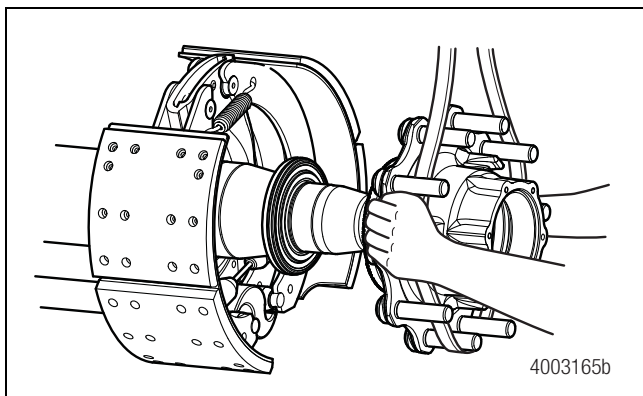

Figura 5.11
4. Apoye el conjunto de maza y pernos con ayuda de una eslinga u otro método apropiado. cojinete. En caso de no hacerlo, las roscas o el sello de la espiga pueden sufrir daños. Figura 5.11.